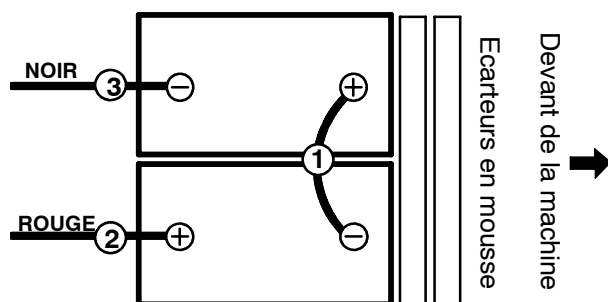

FIG. 2
- Placez avec précaution les batteries dans le chariot du compartiment de batteries et disposez les cosses des batteries comme illustré (Figure 2). Insérez les deux écarteurs en mousse devant les batteries, comme illustré.
4. Branchez les câbles sur les cosses des batteries dans l'ordre numérique indiqué (Figure 2), ROUGE SUR PLUS (+) et NOIR SUR MOINS (-).